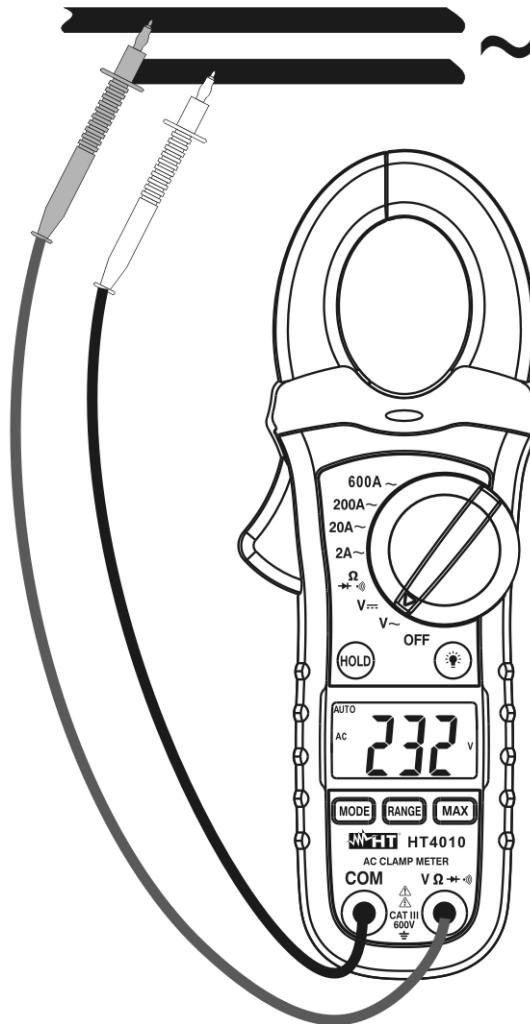

Fig. 3: Uso della pinza per misura di Tensione AC
4. Inserire il cavo rosso nel terminale di ingresso **VΩ** e il cavo nero nel terminale di ingresso **COM** (vedere Fig. 3)